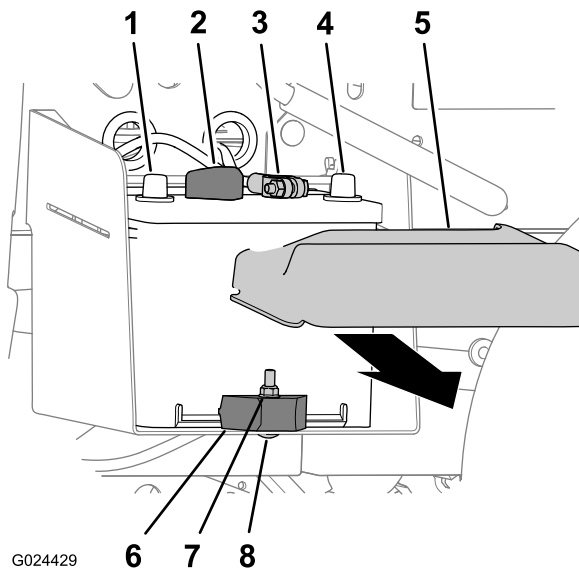

図 38
1. バッテリーカバーを両側からを押すようにしてバッテリー上部からカバーを外す(図 38)。
2. バッテリーのプラス端子からバッテリーケーブルを外す(図 38)。
3. バッテリーのマイナス端子からバッテリーケーブルを外す(図 38)。
2. バッテリーをバッテリートレイに固定しているロックナット、キャリッジボルト、バッテリークランプを外す(図 38)。
3. バッテリートレイからバッテリーを取り出す(図 38)。
1. バッテリートレイにバッテリー載せる(図 38)。
注 バッテリーのプラス端子とマイナス端子が(図 38)のように整列するように取り付けること。
2. バッテリークランプ、キャリッジボルト、ロックナットを使って、バッテリーをバッテリートレイに固定する(図 38)。
1. バッテリーケーブルプラスをバッテリーのプラス端子に接続する(図 38)。
2. バッテリーケーブルマイナスをバッテリーのマイナス端子に接続する(図 38)。
3. バッテリー上部に、バッテリーカバーを取りつける(図 38)。